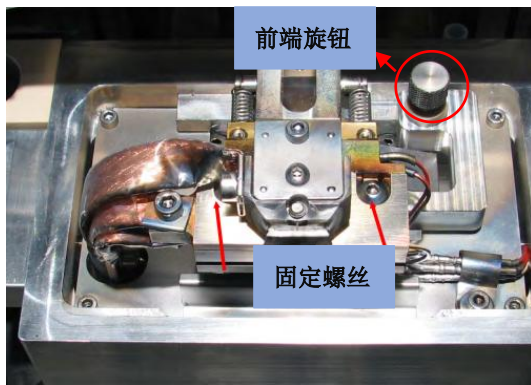

图 1
- a) 将安装好样品的样品座安装在样品台上，用内六角进行固定（固定右侧螺丝即可），如图 1；